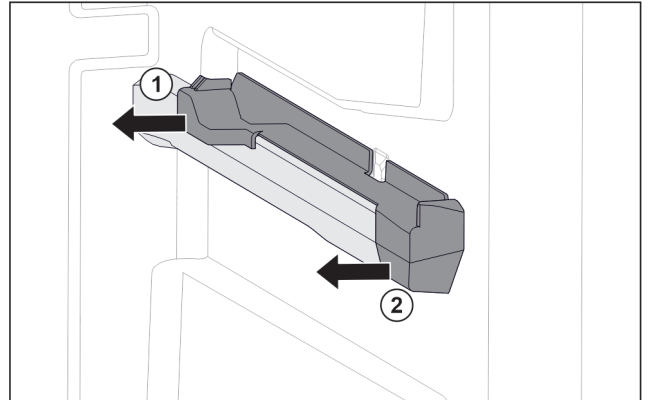

Fig. 122 Pealepisteosa paremal anumaribil
- ▶ Tõmmake pealepisteosa taga küljele maha. Fig. 122 (1)
- ▶ Tõmmake pealepisteosa ees küljele maha. Fig. 122 (2)